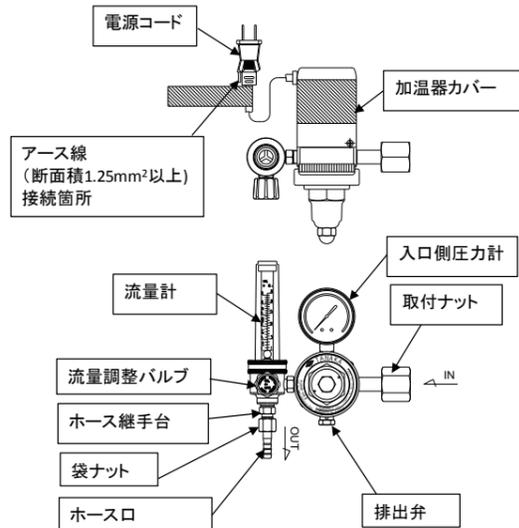

図1 製品全体図
- 容器の取付口に付着した油、グリス、ゴミ等は必ず除去してください。これらの異物が当製品内部に入った場合、減圧機能の喪失や出流れを起こす原因となる恐れがあります。（出流れについては、5. (3) ガスの供給とヒーター用電源の供給 参照。）
- 感電防止のため、当製品の接地を確実に行ってください。[D種接地工事（旧第三種接地工事）接地抵抗100Ω以下]。当製品のアース線接続箇所は図1参照。
- 感電防止のため、本器の接地を確実に行ってください。[D種接地工事（旧第三種接地工事）接地抵抗100Ω以下]。本器のアース線接続箇所は図1参照。
①当製品に接続するホースは日本産業規格JIS K 6333（溶断用ゴムホース）相当品を使用してください。炭酸ガス及びアルゴンガス、MAGガスは緑色です。内部にゴミや水が入っていないきれいなホースを使用してください。